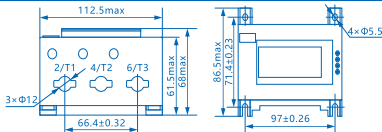

图2 NJBK2-200的互感器外形及安装尺寸
5.1 NJBK2-200的互感器外形及安装尺寸:见图2; 产品重量约为0.72kg。